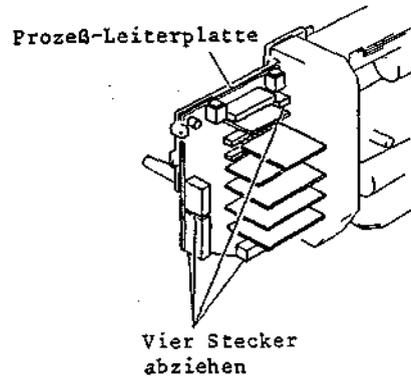

Abb. 2-22 Ausbau der Prozeß-Leiterplatte
2-5 Ausbau der Prozeß-Leiterplatte (Abb. 2-22, 2-23)
2. Vier (4) Stecker (CN1001, CN1002, CN907, CN1401) abziehen (siehe Abb. 2-22).